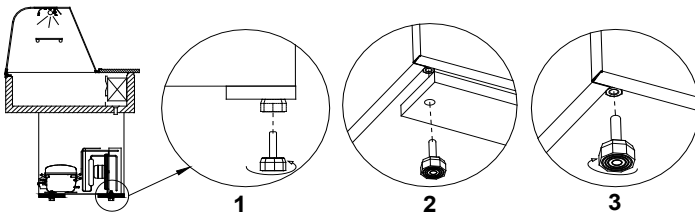

Abb.5 Entfernen der Holzbfhne
- Die Anlage auspacken und das Holzpodest, dass auf der Grundlage vorhanden ist, entfernen (ausgeschlossen von fahrbaren Anlagen und Anlagen von Typ: N, N2 und Z) Abb.5 (S.26).